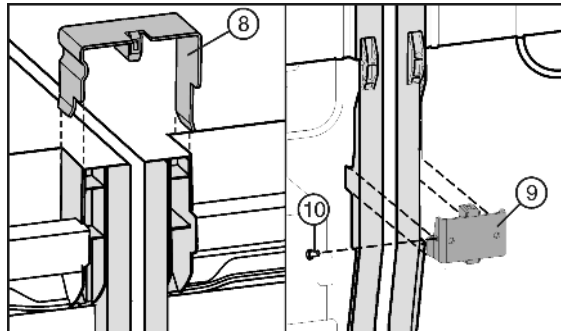

Fig. 7
- ▶ Paina liitoskappale Fig. 7 (8) ylhäältä keskimmäisiin sivuseiniin kiinni.
- ▶ Työnnä liitoskulmakappale Fig. 7 (9) alhaalla sille tarkoitettuun sopivaan kohtaan.
- ▶ Mikäli liitoskulmakappale ei ole tarpeeksi tiukalla, asenna ruuvi Fig. 7 (10).